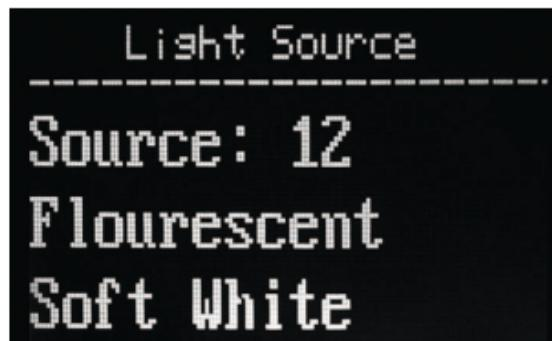

Рис.6
**Light Source** – окно вида (Рис.6). **Source** – номер заранее запрограммированного режима освещения, по цветовой температуре соответствующего описанию в нижней части экрана. Выбор **Source** – вращением валкодера **INTENSITY**.